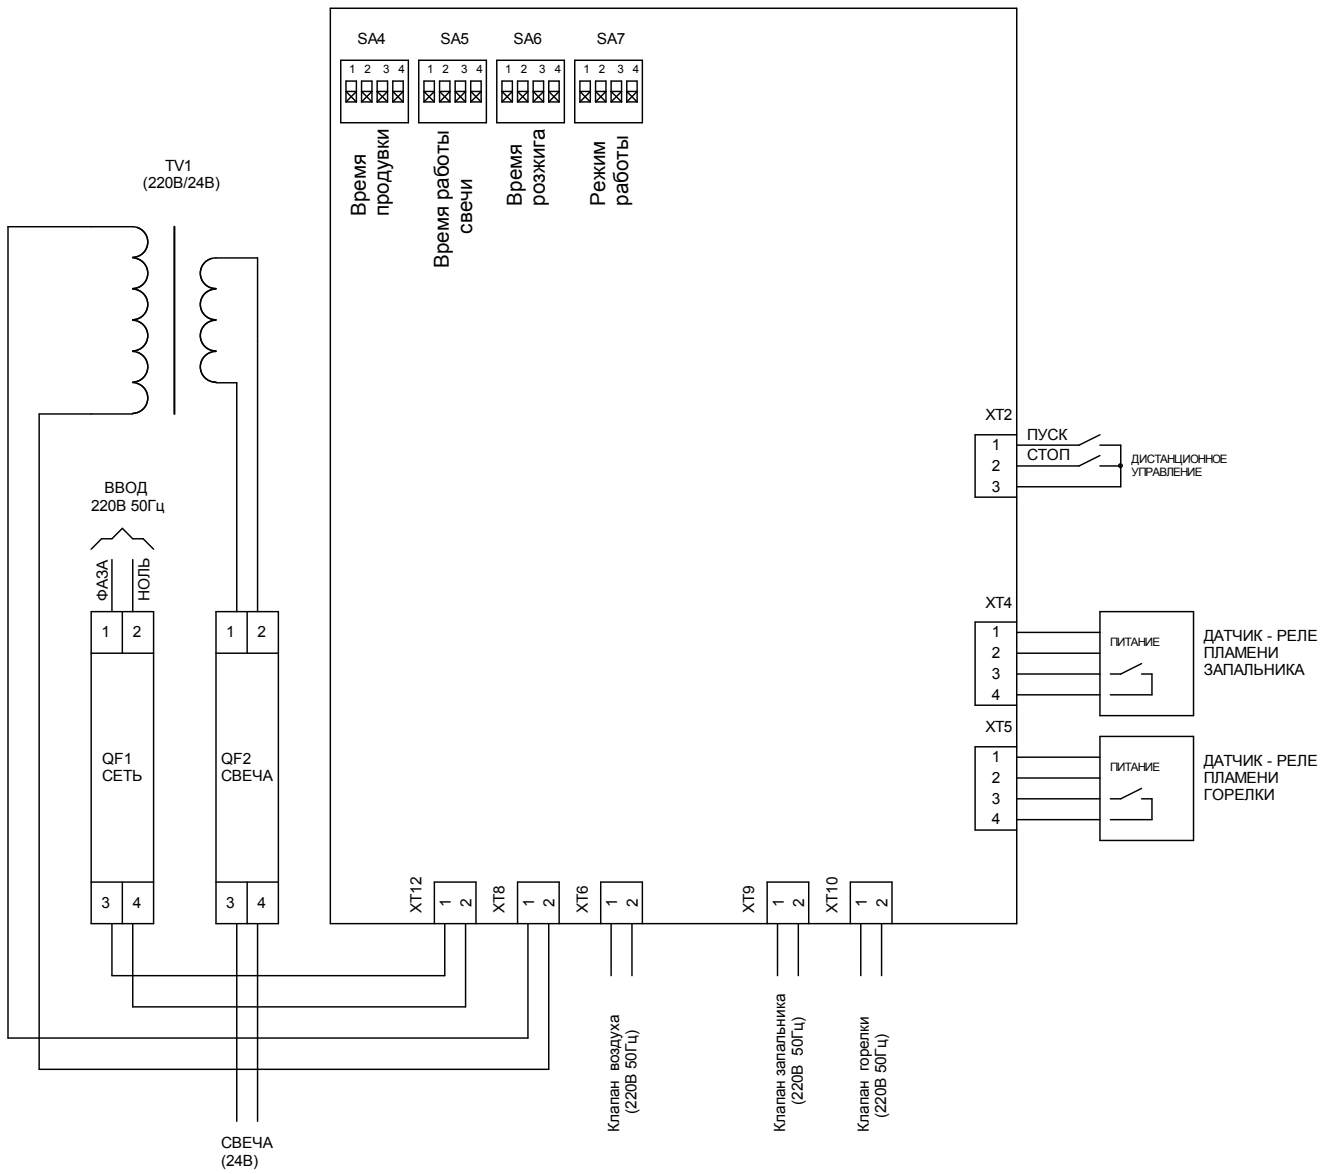
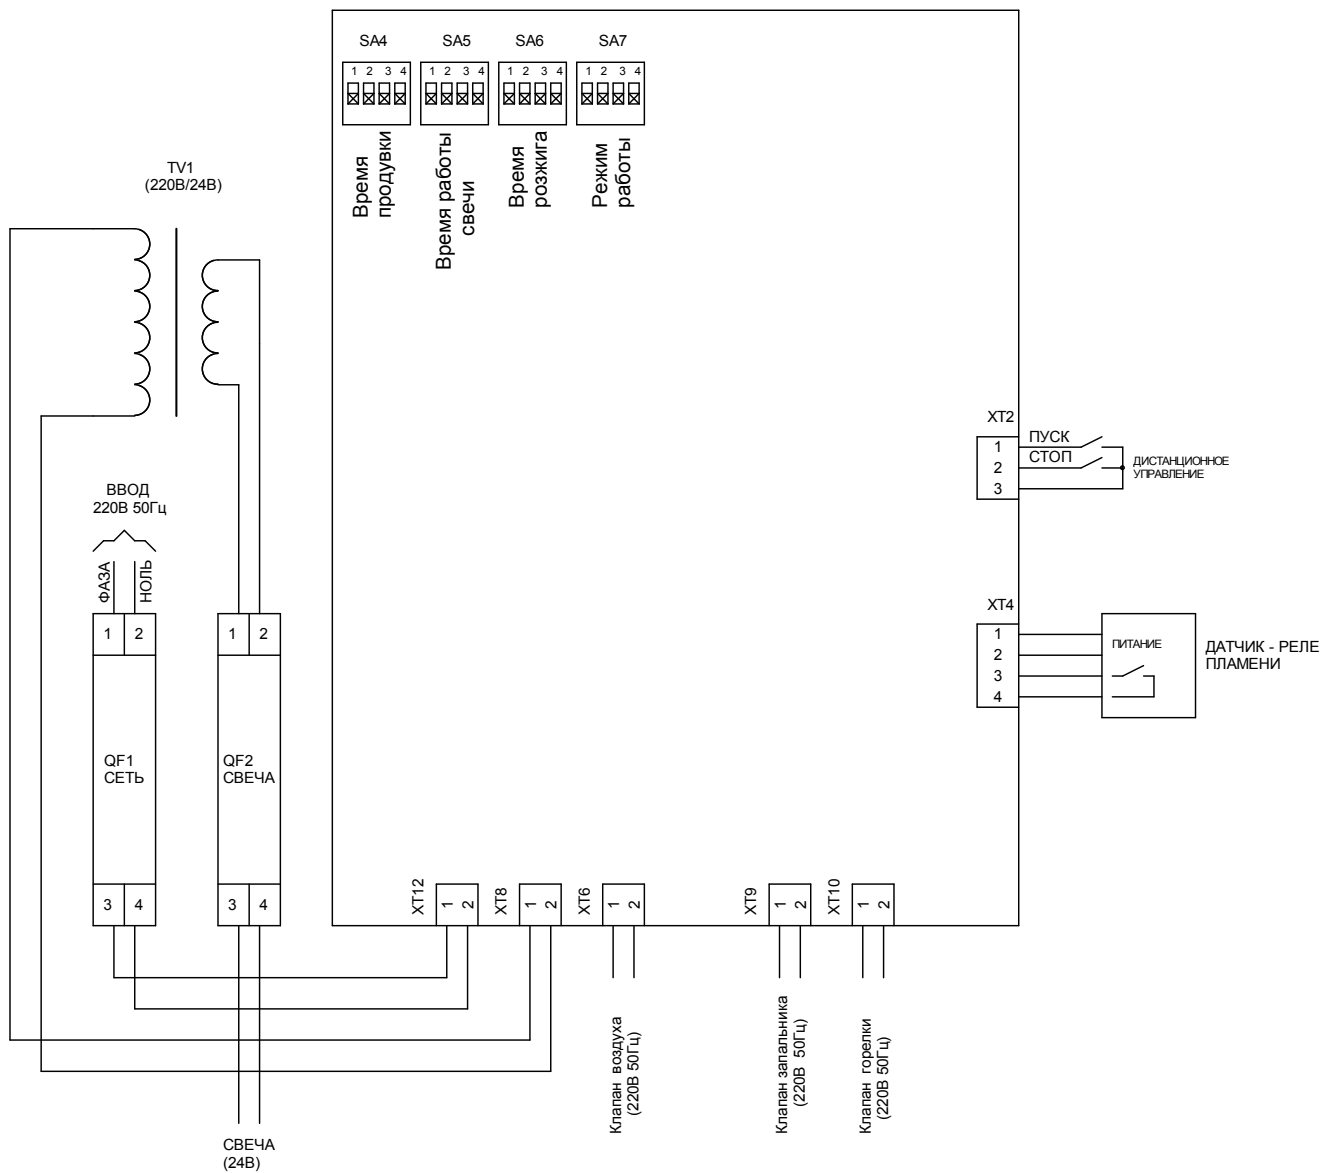

Рис. 2. Схема подключения блока БИТ-АВТО-21/220СЦ-4 при работе блока в режимах 1 и 3.
Рис. 3. Схема подключения блока БИТ-АВТО-21/220СЦ-6 при работе блока в режимах 2 и 4.
**РЕЖИМ №1.** Контроль горения запальной и основной горелок осуществляется отдельно двумя датчиками пламени (выносными). Режим работы запальной горелки - кратковременный. Схема внешних соединений показана на рис. 2. Рекомендуется для использования в ЗЗУ-ЭКВ-РР-4.
**РЕЖИМ №2.** Контроль горения запальной и основной горелок осуществляется одним датчиком пламени (выносным). Режим работы запальной горелки - кратковременный. Схема внешних соединений показана на рис. 3. Рекомендуется для использования в ЗЗУ-ЭКВ-РР-6.
**РЕЖИМ №3.** Контроль горения запальной и основной горелок осуществляется отдельно двумя датчиками пламени (выносными). Режим работы запальной горелки - дежурный. Схема внешних соединений показана на рис. 2. Рекомендуется для горелок, где запальник работает в пилотном режиме.
**РЕЖИМ №4.** Контроль горения запальной и основной горелок осуществляется одним датчиком пламени (выносным). Режим работы запальной горелки - дежурный. Схема внешних соединений показана на рис. 3. Рекомендуется для горелок, где запальник работает в пилотном режиме.
**5.1.** Установить блок в требуемом месте. Заземлить шкаф. Ввести кабели в шкаф через кабельные вводы. При монтаже блока установить кабельные вводы из транспортного положения в рабочее. Открыть дверцу шкафа и подключить кабели согласно рис. 2 или рис.3.